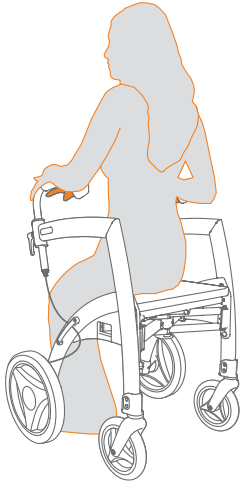

Figura 23: Sentado en el asiento del andador.
- Luego puede sentarse en el asiento (**Figura 23**). Cuidado siempre que el andador Rollz Motion está en la posición de estacionamiento.